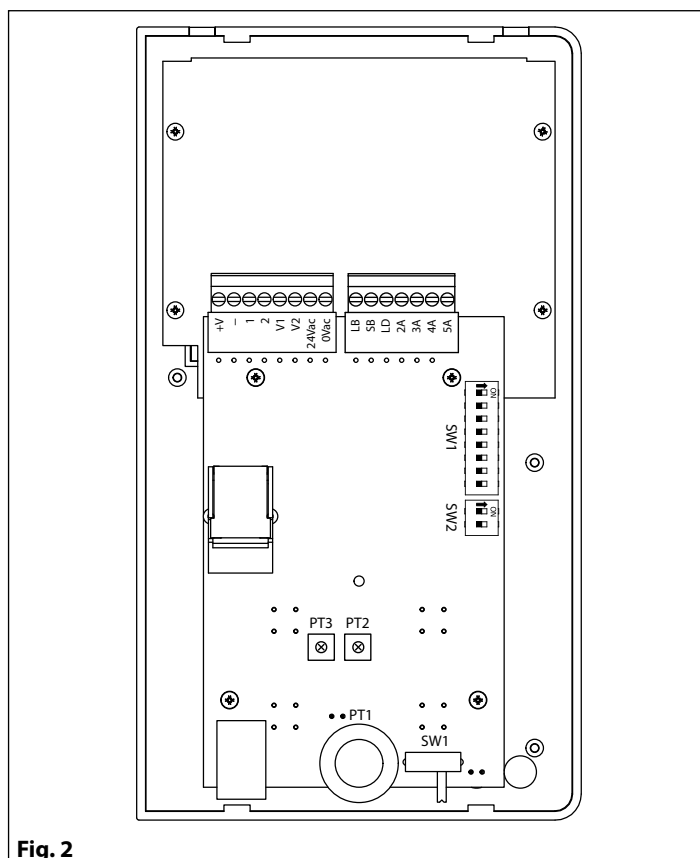

Fig. 2
1. Après avoir bien protégé les trous de fixation du support modules, murer le boîtier encastrable (laisser 165-170 cm entre la partie haute du boîtier et le terrain) en faisant passer le groupe de fils **E (Fig. 2)** à travers l'un des trous (précédemment ouvert) sur le fond du boîtier. Si le sens du boîtier n'est pas indiqué au fond du boîtier, la charnière doit rester à gauche ; Faire attention à ce que le boîtier soit bien muré à fleur du mur fini ;
CONTRÔLES ET RÉGLAGES (FIG. 1 ET FIG. 2)